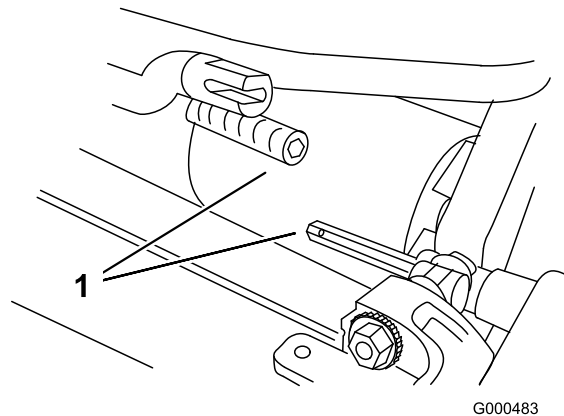

Figura 53
6. Tire de la unidad de corte unas 51 mm hacia adelante, y luego a la derecha, para desconectar el acoplamiento de la transmisión (Figura 53).